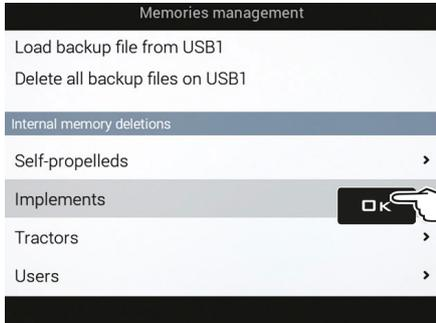

Fig. 295
- Select **Implements** (Fig. 295) and press **OK**.